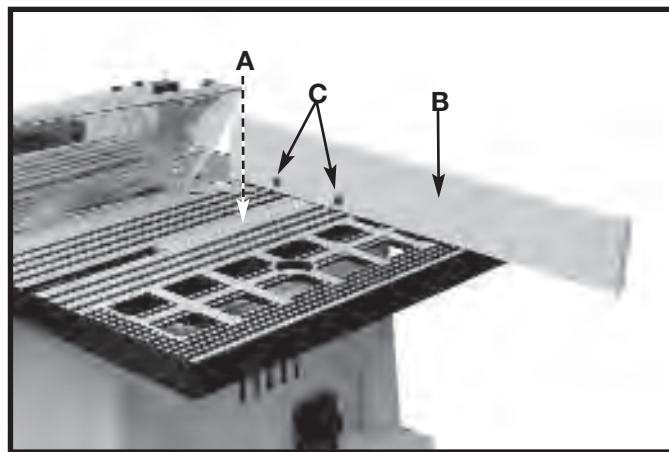

Fig. 39A
Por motivo de segurança e conveniência, o graminho (A) pode ser encaixado com uma peça de madeira auxiliar (B), como mostra a Fig. 39A, que deve ter no mínimo 1 polegada (2,5 cm) mais alta que a profundidade máxima de corte e deve se estender 12 polegadas (30 cm) ou